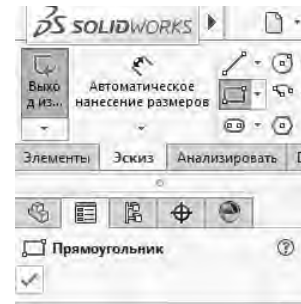
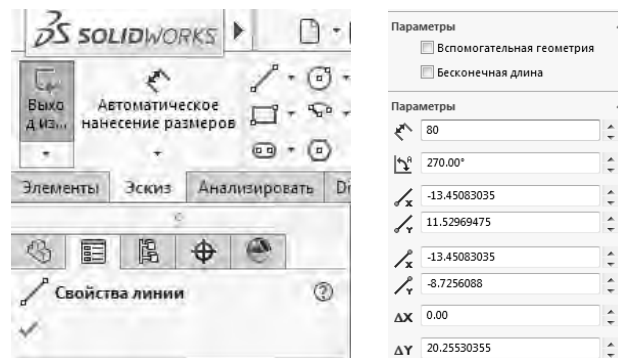

Рисунок 12 – Построение прямоугольника произвольных размеров инструментом «ПРЯМОУГОЛЬНИК ПО УГЛАМ» опции «ЭСКИЗ»
Рисунок 13 – Корректировка длины стороны прямоугольника
– с помощью инструмента «ПРЯМОУГОЛЬНИК ПО УГЛАМ» изобразить прямоугольник произвольного размера зажатием левой клавиши мыши в любой точке рабочего поля и отведя мышь по диагонали вниз (рисунок 12). Для окончательного подтверждения построения прямоугольника произвольного размера необходимо левой клавишей мыши нажать на зеленую галочку в меню «ПРЯМОУГОЛЬНИК», появившемся в левом углу монитора (рисунок 13). Для задания конкретных размеров прямоугольника необходимо левой клавишей мыши выбрать его конкретную сторону, после чего в левой части монитора появится меню «СВОЙСТВА ЛИНИИ». В данном меню в опции «ПАРАМЕТРЫ» нужно прописать конкретный размер линии, например, 80, после чего подтвердить изменение нажатием мыши на зеленую галочку в меню «СВОЙСТВА ЛИНИИ». Данный размер при построении эскиза по умолчанию, как правило, уже задан в миллиметрах (см. рисунок 13). По аналогии задаем длину 150 мм для второй стороны прямоугольника и получаем прямоугольник заданного размера ( $80 \times 150$  мм) (рисунок 14);